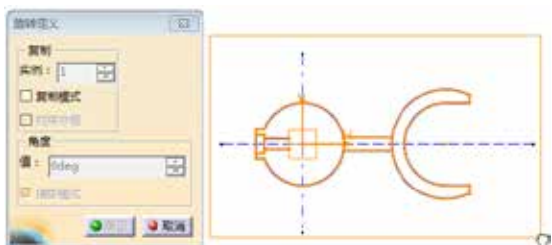

图5-94 框选要旋转的对象
- 07 在【操作】工具条中单击【旋转】按钮，打开【旋转定义】对话框。取消【复制模式】复选选项，然后框选所有图形元素，如图5-94所示。